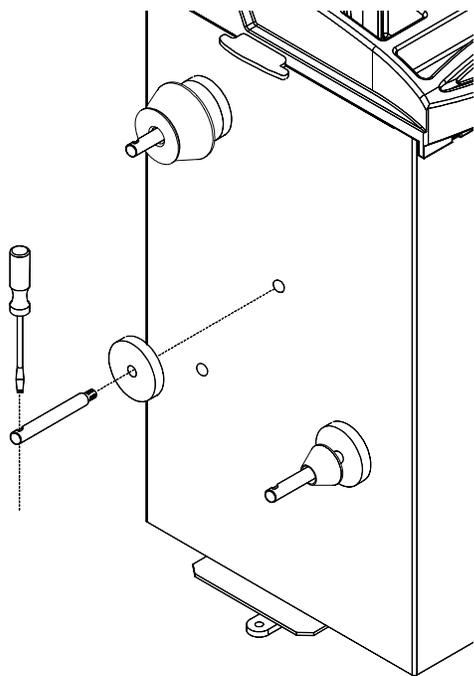

Figure 7
B. Installer les broches (Figure 7). Serrer à fond.